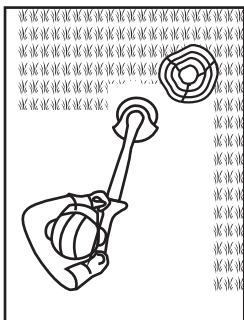

Fig. 21
4. Sortir le protecteur de plantes (13) pour éviter que le dispositif de coupe n'entre en contact avec des objets durs tels que des murs et des bordures de trottoir (Fig. 21, 22).